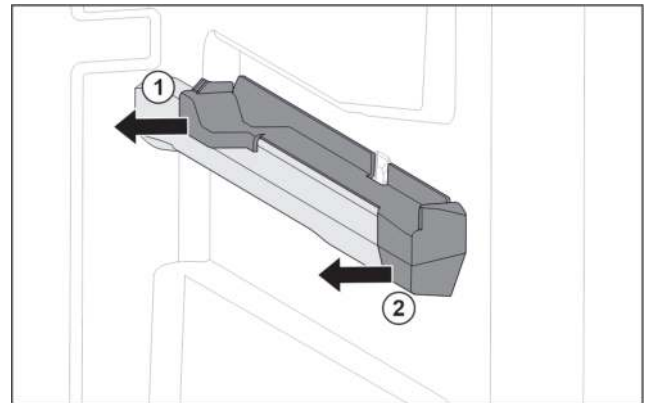

Fig. 57 Aufsteckteil auf der rechten Behälterrippe
- Aufsteckteil hinten zur Seite abziehen. Fig. 57 (1)
- Aufsteckteil vorne zur Seite abziehen. Fig. 57 (2)